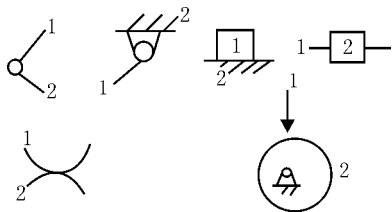

图 1-1-1 运动副符号
①“副”是成对的意思,运动是两构件间的一定相对运动。
②由于直接接触限制了构件的独立运动,故运动副是约束(平面物体有 3 个独立运动,空间物体有 6 个独立运动)。
③机构就是若干构件用若干运动副组合而成。
④零件 $\xrightarrow{\text{固定连接}}$ 构件 $\xrightarrow{\text{运动副}}$ 机构 $\xrightarrow[\text{静连接}]{\text{运动副}}$ 机器。
⑤常用平面运动副的图形符号(如图 1-1-1 所示):